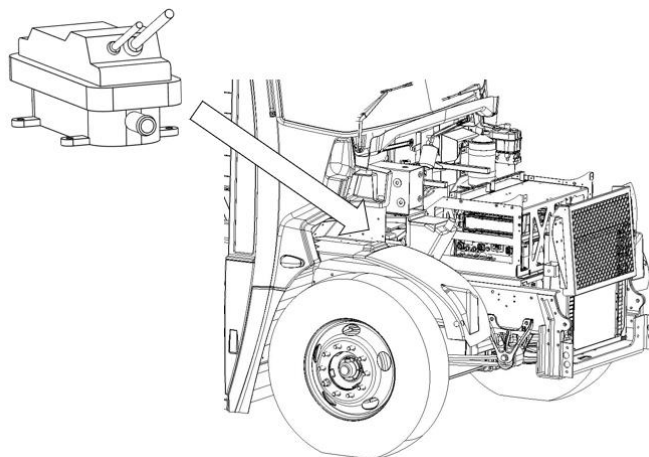

Figure 2 - Emplacement de l'unité de chauffage électrique
2. Ouvrez le capot du véhicule et localisez l'unité de chauffage électrique du véhicule (figure 2).